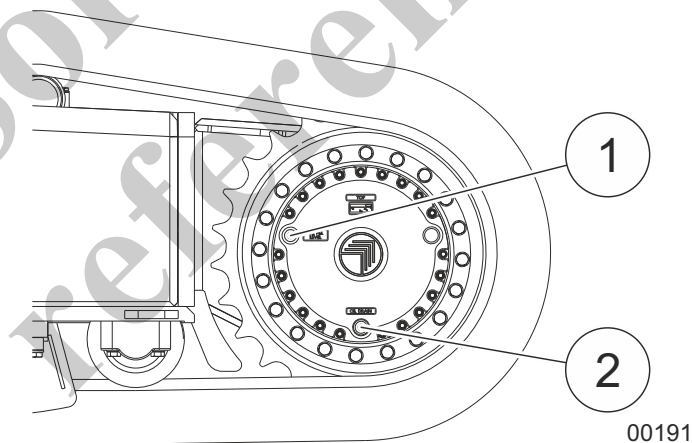

Fig. 30 Puntos de lubricación (1) y (2) del mando de propulsión
| 1 | Estacione la máquina en una superficie uniforme y dura de manera que los puntos de lubricación (1) y (2) queden como se ilustra en la Fig. 30. |